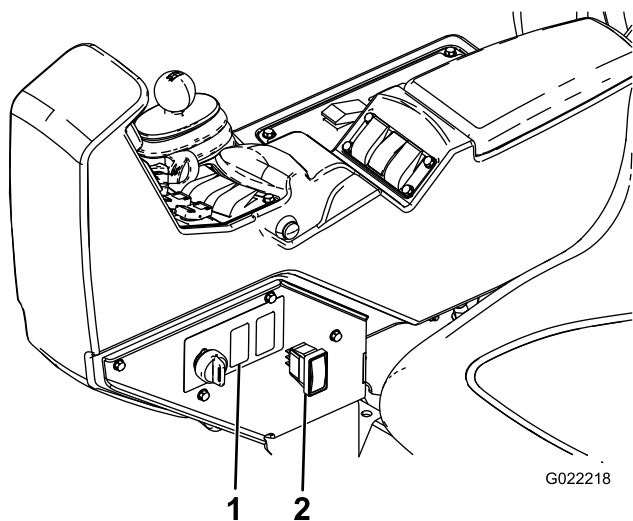

图 13
1. 找到喷枪控制台侧面的冲洗水箱开关插头并拔下插头图 13。
4. 穿过控制台将开关安装到盒式接头中图 13。